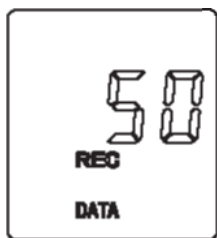

Рис.3
5. Для установки количества ячеек сохранения записи данных (на дисплее мигают значки «REC» и «DATA») используйте клавиши  и  возможно установить от 1 до 50 измерений. (Рис.3)